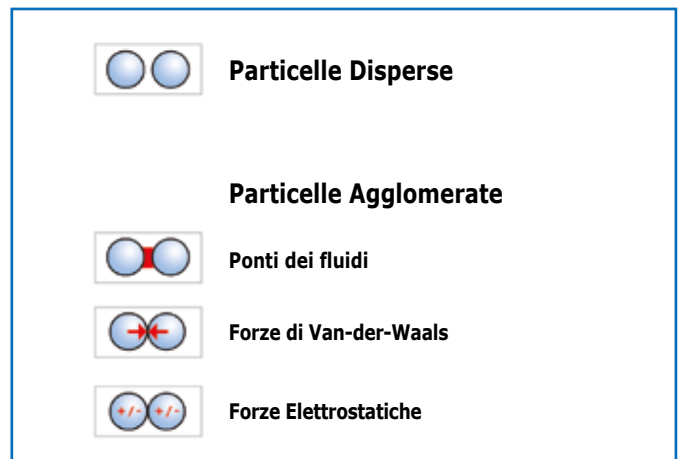

Fig. 9: Forze di adesione delle particelle possono influenzare i risultati setacciatura
**Effetti reciproci tra le particelle hanno un'influenza decisiva sulla "vaghiabilità" delle polveri. Esempi di questi effetti sono la forza di Van der Waals (interazione dipolo-dipolo), ponti fluidi in campioni con umidità residua o attriti causati da cariche elettrostatiche (fig. 9). Forze adesive causano agglomerazione delle particelle.**